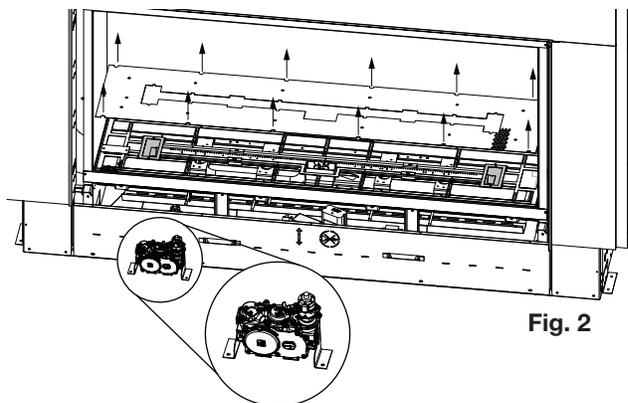

Fig. 2
3. Remove the screws that secure the entire burner assembly in place (the number varies by model) (**Fig. 2**). Lift the entire burner assembly up and out of the appliance. Set aside.
5. Remove the two screws from the valve regulator and remove the regulator, replace with the one supplied (**Fig. 2**).
3. Retirez les vis servant à fixer l'assemblage du brûleur en place (le nombre de vis varies par appareil) **(Fig. 2)**. Soulevez l'assemblage du brûleur vers le haut et hors de l'appareil. Mettez-les au côté.
5. Retirez les deux vis servant à fixer le régulateur du soupape et retirer le régulateur, remplacez par celui fourni **(Fig. 2)**.